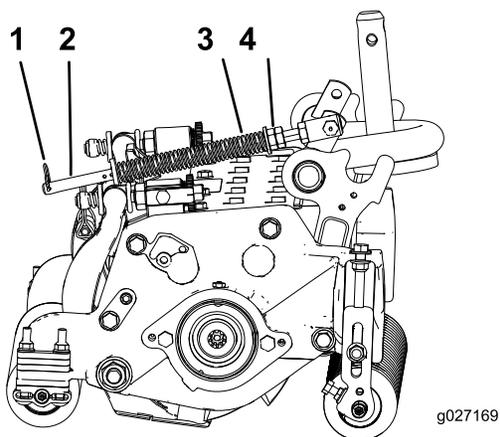

Figura 14
1. Certifique-se de que o contrapino do gancho está instalado no orifício traseiro na haste da mola (Figura 14).
- Aperte as porcas sextavadas na extremidade dianteira da haste da mola até que o comprimento da mola em compressão seja de 15,9 cm (Figura 14).